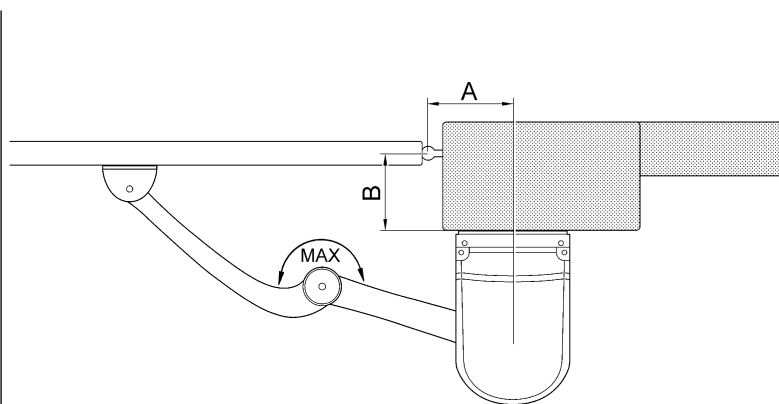

Fig. 5
2.3) Fissaggio (Fig. 5)
Fissare la staffa attacco anta al cancello nel punto più lontano possibile dalla colonna, allungando al massimo i bracci (**Fig. 5**). La staffa viene fissata al cancello tramite saldatura oppure usando delle viti adatte al materiale dell'anta.